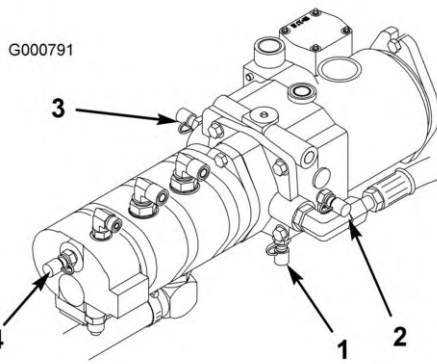

図 83
4. テストポートDはトランスミッションの下にあり (図 83) 、トランスミッションのチャージ圧の測定用です。
5. テストポートE (図 83) は、前進走行油圧の測定用です。
6. テストポートF (図 83) 後退走行油圧の測定用です。
7. テストポートG (図 83) は、パワステ油圧の測定用です。